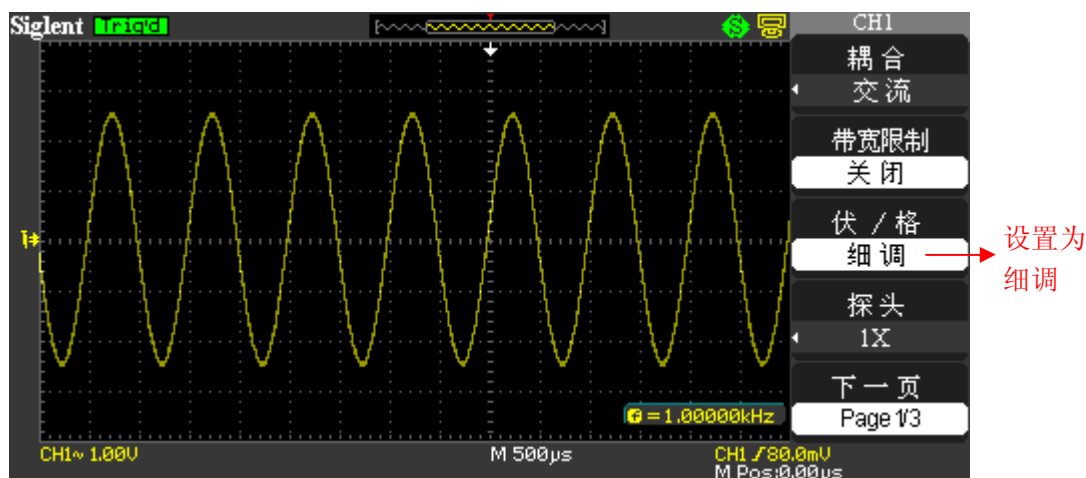

图 2-8 档位调节设置
- 按【CH1】选择【伏/格】为【细调】，细调在当前垂直档位内进一步调整。如果输入的波形幅度在当前档位略大于满刻度，而应用下一档位波形显示幅度稍低，可以应用细调改善波形显示幅度，以利于观察信号细节。如图 2-8 所示：